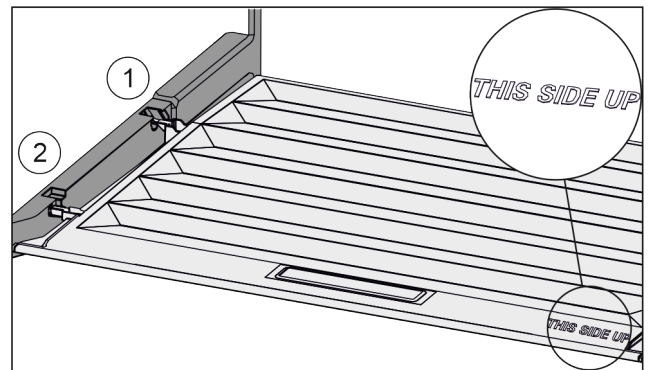

Fig. 169
- ▶ Deckelstege über Öffnung der hinteren Halterung Fig. 169 (1) einführen und vorne in Halterung Fig. 169 (2) einrasten.